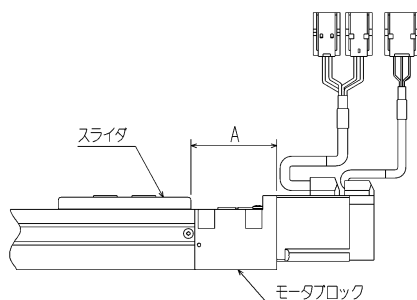
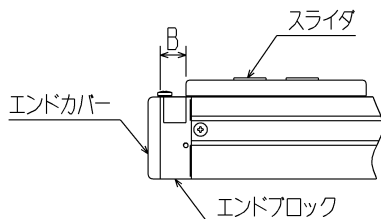

図 6.7-3
図 6.8-3
- (6) パラメータ 2 の原点復帰方式の値を “2” → “3” に変更設定してください。設定方法は CA25 取扱説明書 (基本編) 13.4.11 項を参照ください。
- (7) 原点復帰動作を行い、原点復帰が完了（モータの回転が停止）した後にスライダ端面を手動でモータブロック端面から A の距離位置に移動させてください。（図 6.7-3 参照）
- (10) 電源OFF→ON後、原点復帰をして図 6.7-3 の位置になることを確認してください。
- (11) (3) の手順でステンレスシートを元のように組み立ててください。ステンレスシートは、たるみが生じないようにピンと張ってください。
- (7) 原点復帰動作を行い、原点復帰が完了（モータの回転が停止）した後に、スライダを手動で、エンドブロック端面から“B”の距離位置に移動させてください。（図 6.8-3 参照）
- (10) 電源OFF→ON後、原点復帰をして原点位置が、図 6.8-3 の位置になることを確認してください。
- (11) (3)の手順でステンレスシートを元のように組み立ててください。ステンレスシートは、たるみが生じないようにピンと張ってください。
- (11) 電源 OFF → ON 後、原点復帰を行い、停止位置が、モータ側原点の場合 : 図 6.7-3 の “A” 寸法、反モータ側原点の場合 : 図 6.8-3 の “B” 寸法になることを確認してください。
- (12) (3) の手順でステンレスシートを元のように組み立ててください。ステンレスシートは、たるみが生じないように張ってください。